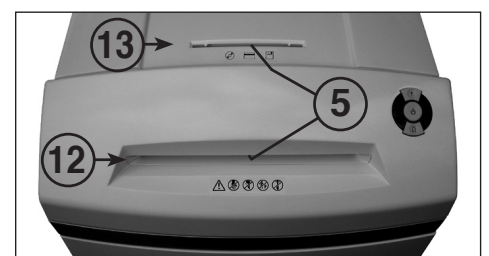

Abb. 3
- 5 = Lichtschanke (Vorwärtslauf) (Abb. 3)**